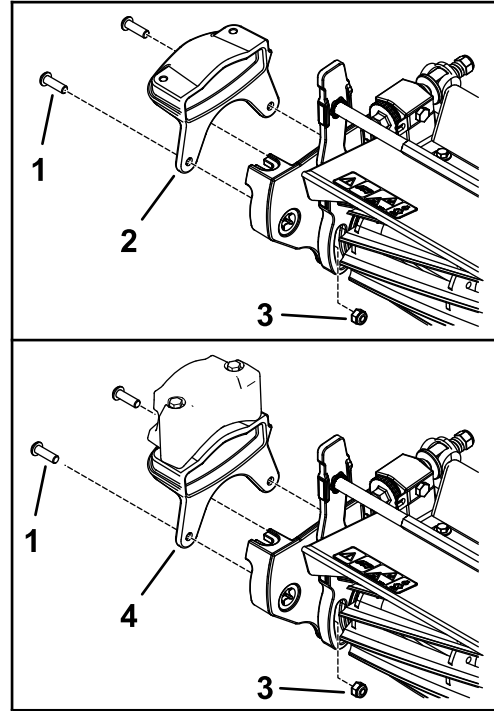

Figura 9
1. Sujete el nuevo peso al lado de la unidad de corte con 2 pernos (5/16") y 2 tuercas (5/16"), tal y como se muestra en la Figura 9.